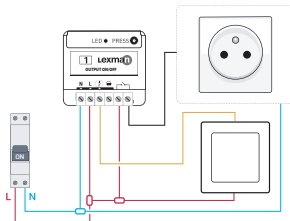

Figura 3
3. Realice el cableado del receptor ON/OFF según el esquema (figura 3).